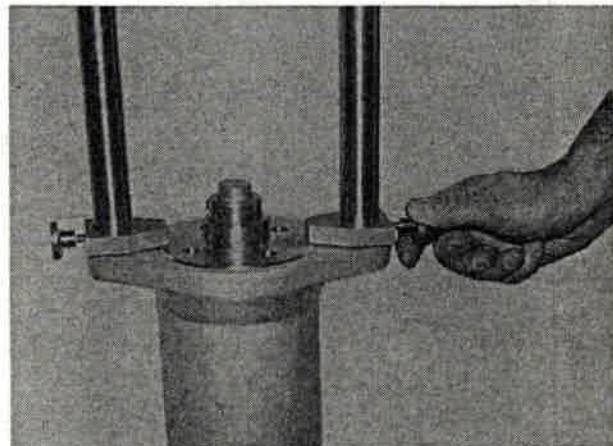

Bild 226
12.3 Rändelschrauben der Klemmstücke lösen (Bild 226).